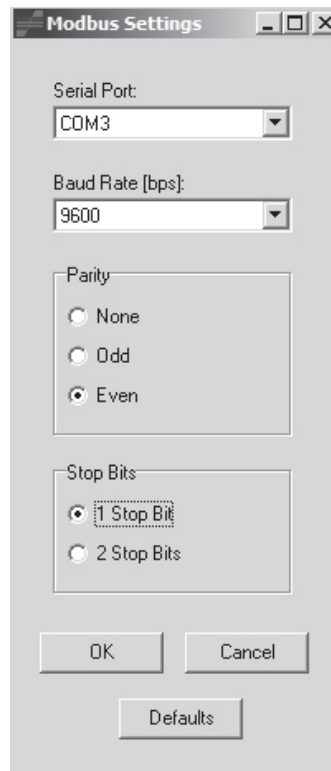

Abb. B.2: Übertragungsparameter
- Prüfen Sie die Übertragungsparameter (siehe Abb. B.2). Sie müssen mit den Übertragungsparametern im Messumformer identisch sein (siehe Abschnitt 2.3).